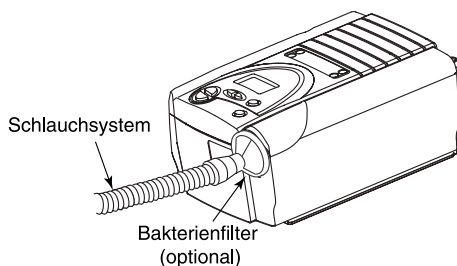

Abb. 5-3 Anschließen des Schlauchsystems an den Ausgangsanschluss
1. Ein Ende des Atemschlauchsystems mit dem Anschluss des Bakterienfilters (falls ein solcher benutzt wird) verbinden und den Eingang des Bakterienfilters mit dem großen Anschluss am Harmony verbinden (siehe Abb. 5-3).